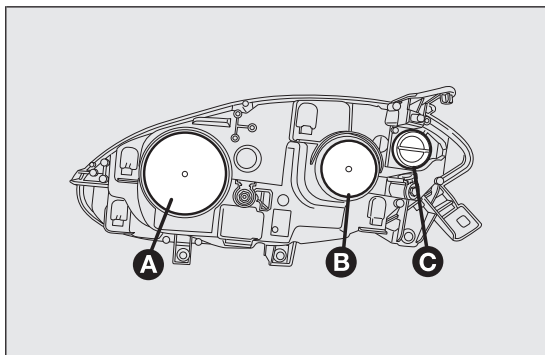
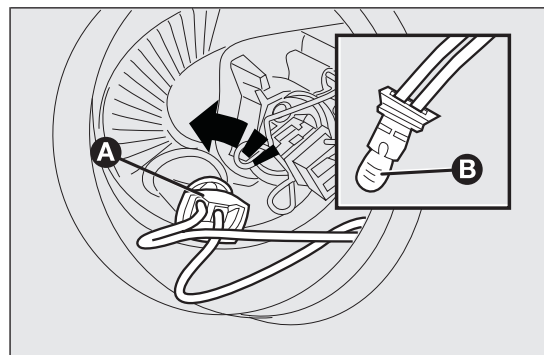

fig. 139
fig. 141
La disposition des ampoules du groupe optique est la suivante fig. 139 :
- ☐ retirer le couvercle de protection B fig. 139 ;
- ☐ remonter correctement le couvercle de protection A fig. 139.
- ☐ retirer le couvercle de protection A fig. 139 ;
- ☐ tourner la douille A fig. 141 dans le sens inverse des aiguilles d'une montre et l'extraire ;
- ☐ remonter la nouvelle ampoule, remettre en place la douille A fig. 141, puis remonter correctement le couvercle de protection B fig. 139.
- ☐ remonter correctement le couvercle de protection B fig. 139.
- ☐ tourner le couvercle de protection C fig. 139 dans le sens contraire aux aiguilles d'une montre ;